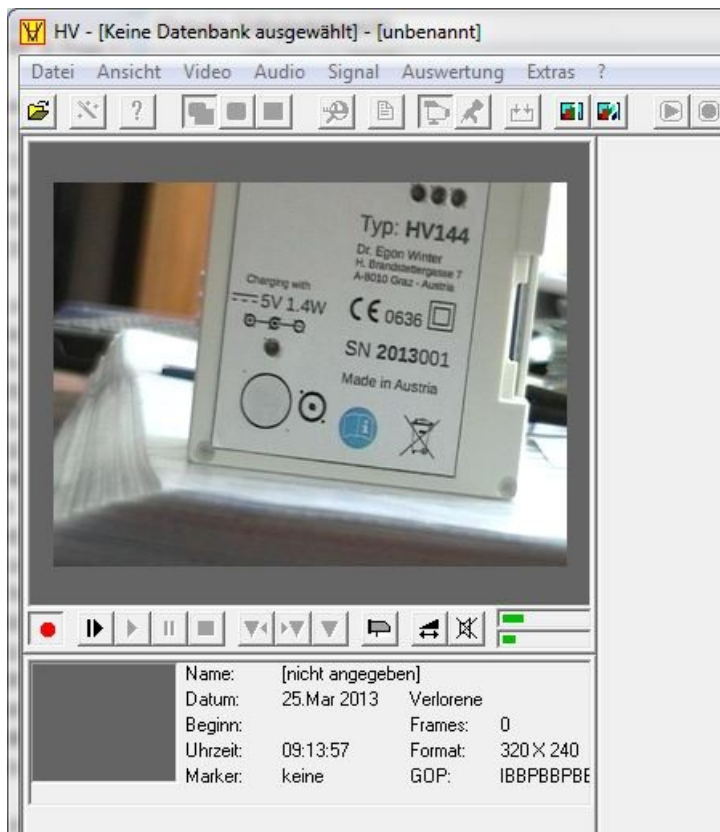

Abb. 137: Funktionstest nach erfolgreicher Treiber-Installation.
- Klicken Sie in der Werkleiste für Aufnahme und Wiedergabe (**Abb. 62** auf Seite 60) auf den roten Aufnahme-Button. Wenn der Treiber ordnungsgemäß installiert wurde, müssen nun die Bilder von der DV-Kamera im Video-Fenster zu sehen sein und die Audio-Anzeige muß auf das Tonsignal reagieren (**Abb. 137**).